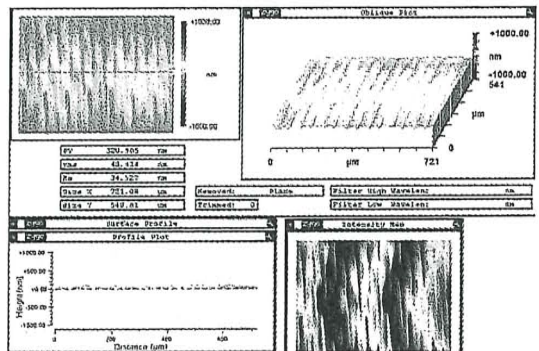

図4 磨き加工後の表面粗さ
(3) 磨き加工を表 2 の加工条件で行い、加工結果 (写真 6) を表面粗さ測定器 (Zygo NewView) で測定した結果 (図 4) は、平均粗さ Ra 34.5 nm 最大粗さ PV 321 nm であった。